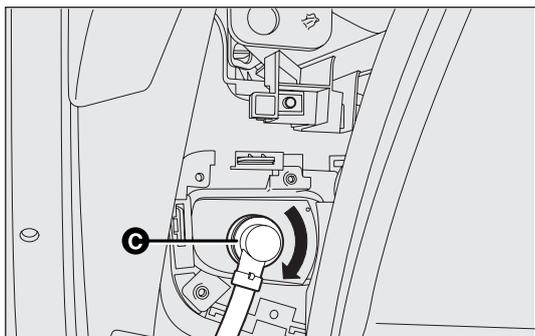

fig. 141
- rimuovere il coperchio portalamпада C-fig. 141 ruotando in senso antiorario;
- rimontare il coperchio/portalamпада C-fig. 141 ruotando in senso orario assicurandosi del corretto bloccaggio;